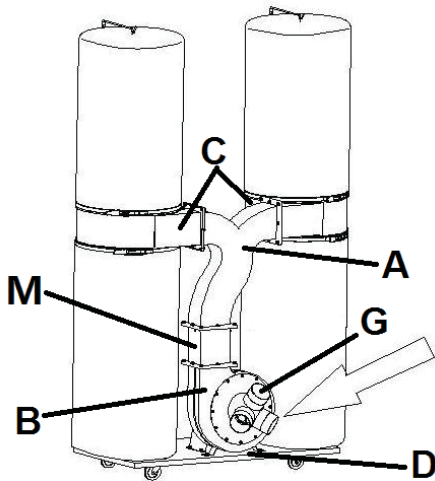

Рис. 11
- Теперь можно установить блок впускного отверстия на входное отверстие узла двигателя/вентилятора, как показано на рис. 11.